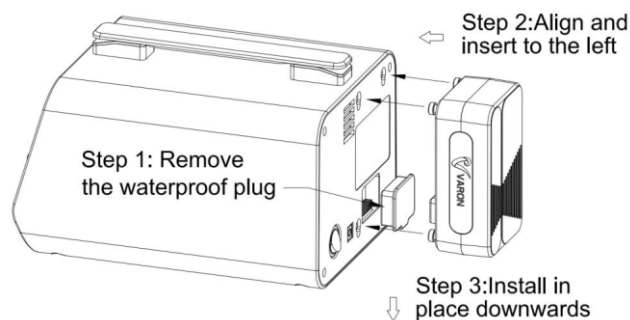
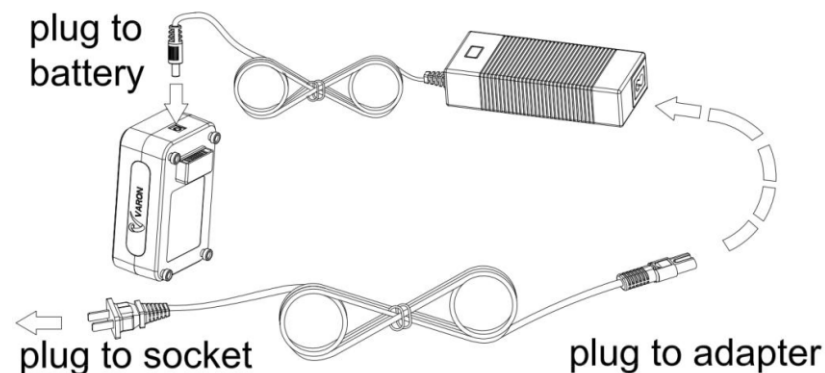

図4 - バッテリーの取り付け図
図7 - バッテリーの個別充電の図
- 図 7 に示すように、AC アダプターを接続してバッテリーを充電します。
- 図4のバッテリーの取り付け方法を参照し、逆の操作を行ってバッテリーを取り外します。次に、図 7 のガイダンスに従って AC アダプタを接続し、バッテリーを充電します。AC アダプターの電源インジケータが赤色に点灯し、バッテリーが充電されていることを示します。緑色に変わった場合は、バッテリーが完全に充電されていることを示します。